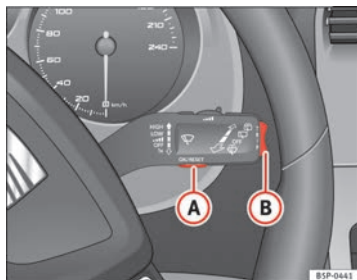
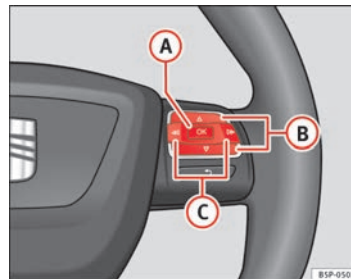

Fig. 44 Palanca del limpiacristales: tecla A para confirmar opciones del menú y tecla basculante B para cambiar de menú
Fig. 45 Mandos en volante: tecla A para confirmar opciones del menú y teclas B para cambiar de menú
⇒ **página 69, fig. 45** hasta que lo visualice en la pantalla. Ya está dentro de este menú.
- Para cambiar de una memoria a otra, pulse brevemente la tecla **A** ⇒ **página 69, fig. 44** ⇒ página 69 de la palanca del limpiacristales o la tecla **OK** del volante multifunción ⇒ **página 69, fig. 45** ⇒ página 69 con el encendido conectado. ►
En el indicador multifunción puede consultar los siguientes datos accionando la tecla basculante **(B)** ⇒ **página 69, fig. 44** ⇒ página 69 de la palanca del limpiacristales o pulsando la tecla **(Δ)** o **(▽)** ⇒ **página 69, fig. 45** del volante multifunción*.